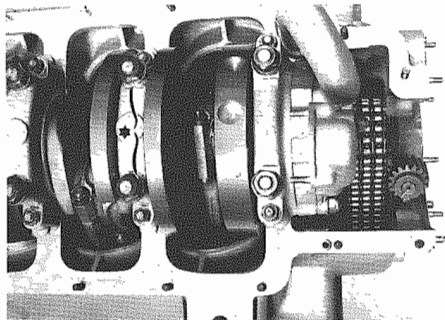

Fig. 106 - Riferimenti di classe
- Vedi **Fig. 106**.
- Refer to **Fig. 106**.
- See **Fig. 106**.
- Le classi dimensionali dei cuscinetti montati in origine sono stampigliate sull'albero (**Fig. 106**) (vedi pag. 1-37).
- Dimension classes of production bearings are graved on the crankshaft (**Fig. 106**) (see page 1-37).